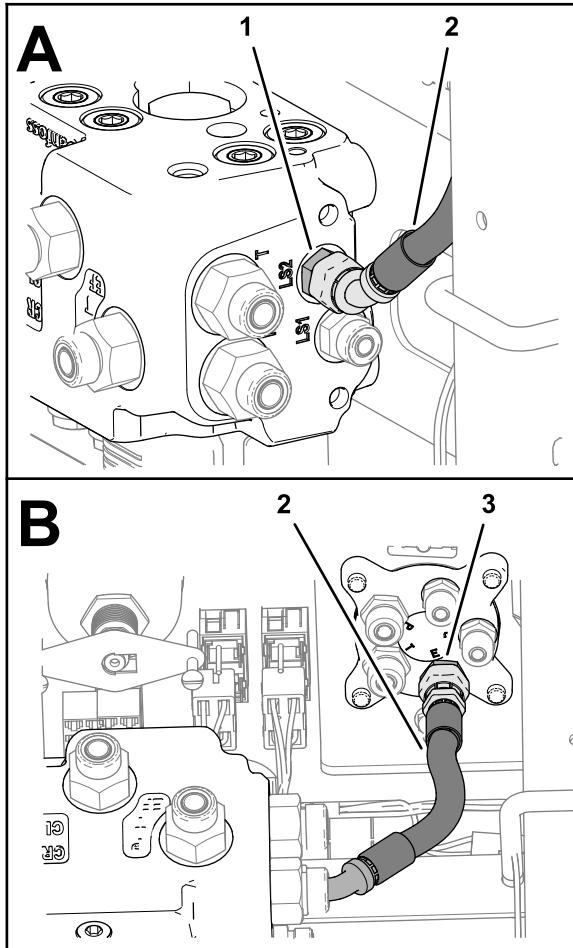

Figura 113
1. Monte el acoplamiento de 45° de la manguera de 6 x 203 mm en el acoplamiento del orificio LS2 de la válvula de dirección EHI (Figura 113).
2. Monte el acoplamiento recto de la manguera de 6 x 203 mm en el acoplamiento del orificio E de la válvula de dirección, y apriete ambos acoplamientos (Figura 113).